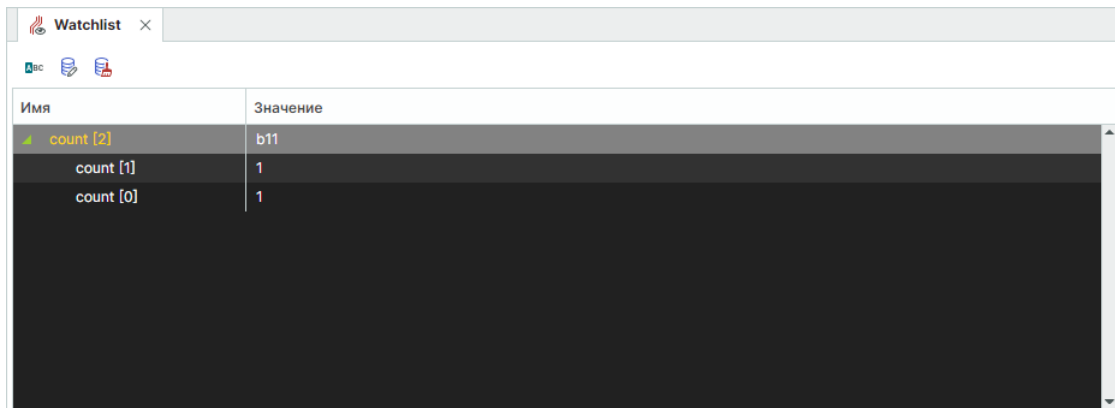

Рис. 45 Список отображаемых данных
3. Данные будут обработаны и отображены в окне списка наблюдений, см. Рис. 45.